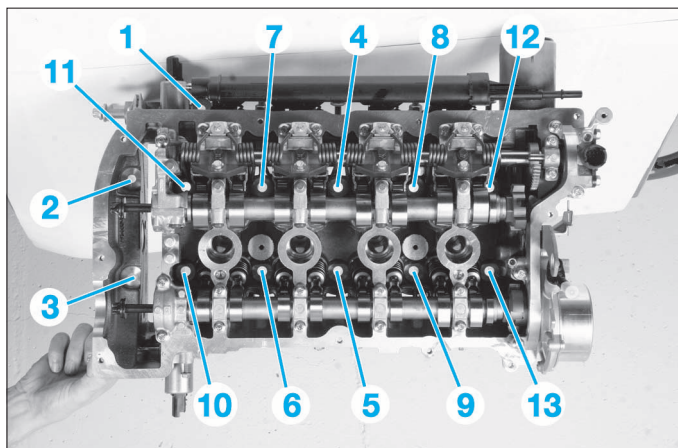

FIG. 57
- Desserrer dans l'ordre suivant, les vis de culasse (Fig.57).